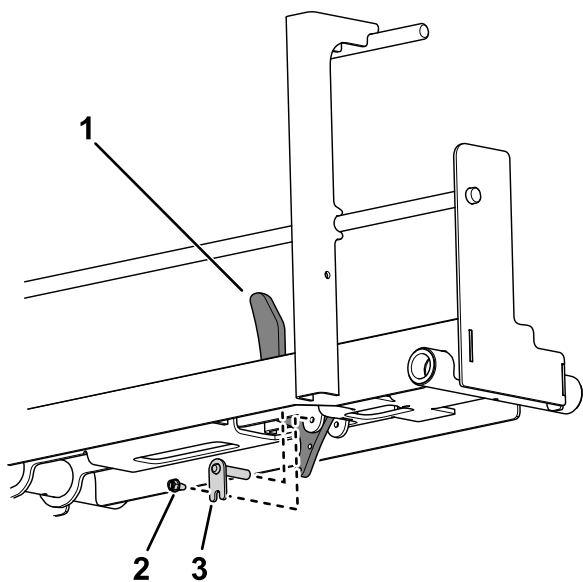

図 12
4. フラッグピンと六角ヘッドねじを使用して、ホイールストップをレールアセンブリに固定する図12。